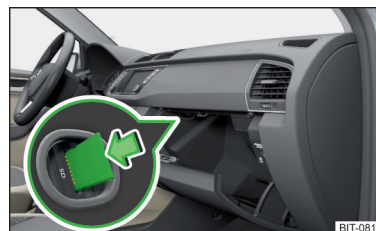

Fig. 158
- Introducir la tarjeta SD en la ranura en el sentido de la flecha, con la esquina cortada y ajustada hacia abajo » fig. 158 o hacia la derecha » fig. 159 , hasta que “enclava”.